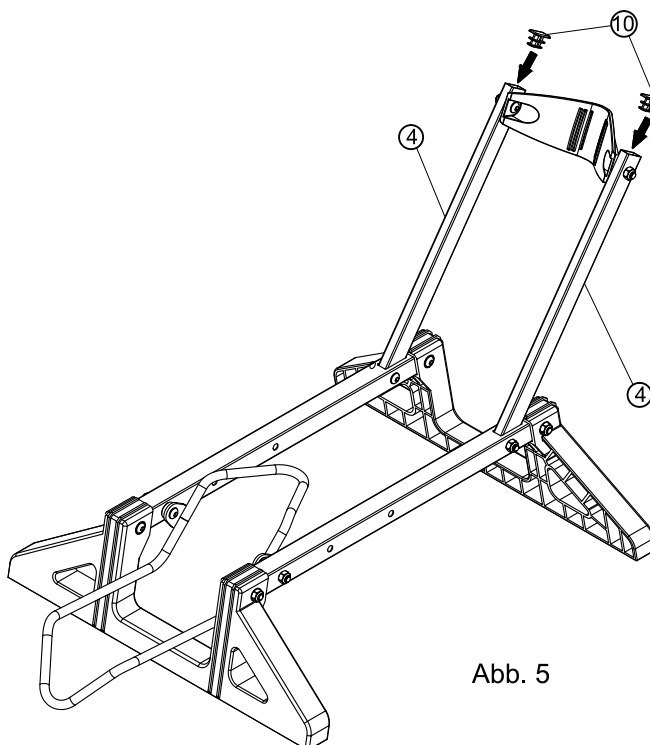

Abb. 5
Stecken Sie die Verschlussstopfen^⑩ fest in die Öffnungen der senkrechten Haltestangen^④. (Siehe Abb. 5)